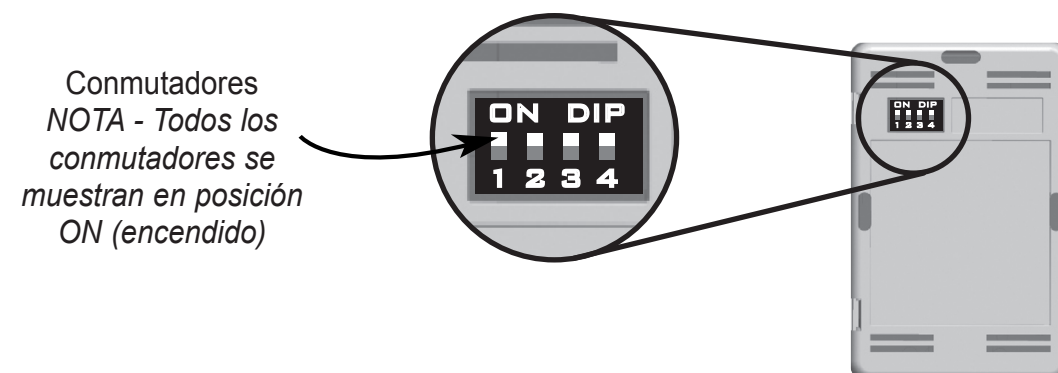

Figura 2 - Conmutadores codificados del receptor
2) En el Receptor usted verá cuatro conmutadores que usará para establecer el código para el Transmisor y el Receptor. Vea la Figura 2